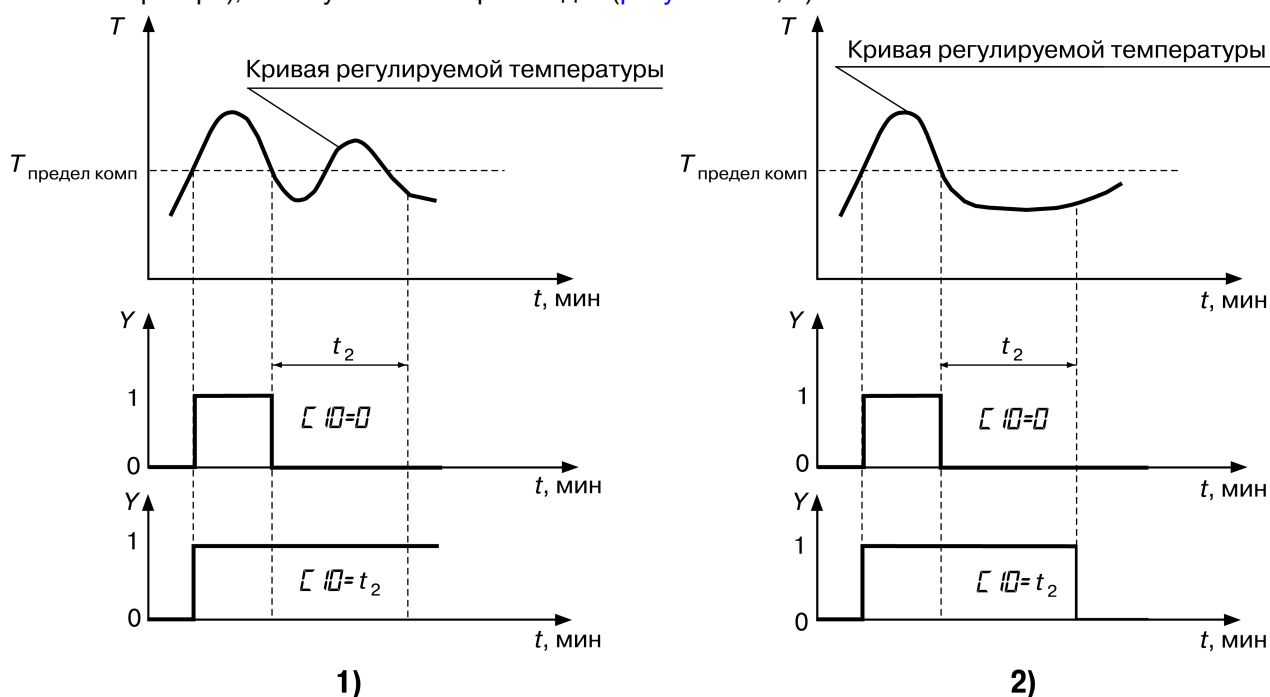

Рисунок 7.22 – Задержка отпущения компаратора: 1) компаратор «не отпустил» 2) компаратор «отпустил»
- если время нахождения управляемой величины ниже установленного предела после срабатывания компаратора меньше t_2 (установленного времени задержки отпущения компаратора), то отпущения не происходит (рисунок 7.22, 1);
- если время нахождения управляемой величины ниже установленного предела после срабатывания компаратора меньше t_2 (установленного времени задержки отпущения компаратора), то отпущения не происходит (рисунок 7.22, 2).